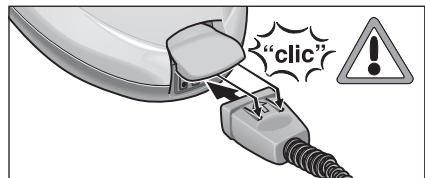

Рис. 1: фіксація блочного штекера
- Міцно вставте блочний штекер (C7) у розетку приладу (A1). При цьому обидва виступи блочного штекера повинні зафіксуватися в кришці штепсельної розетки приладу (див. рис. 1).